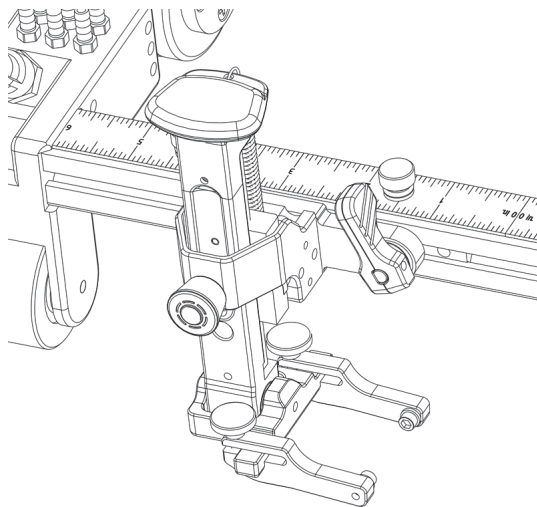

图 2-12 探头托架被插入到导轨槽中
3. 将探头托架牢牢压入导轨槽，确保偏心销保持在水平方向上（参见第43页的图 2-12）。